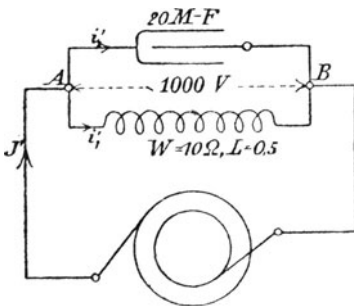

Fig. 128.
269. Der Kondensator von 20 [40] (16) MF und die Spule von 0,5 [0,4] (0,3) Henry und 10 [8] (2)  $\Omega$  der Aufgabe 268 werden parallel geschaltet und an eine Spannung von 1000 V und 60 Perioden angeschlossen (Fig. 128).